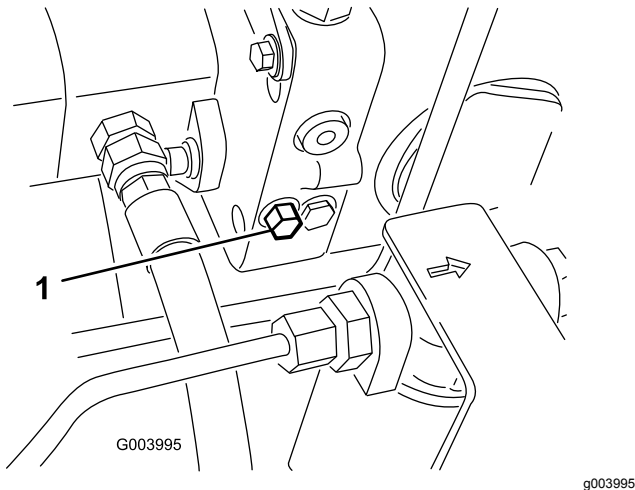

Figure 56
1. Tournez le boulon de la vanne de dérivation une fois et demie pour ouvrir la vanne et permettre la dérivation interne de l'huile (Figure 56).